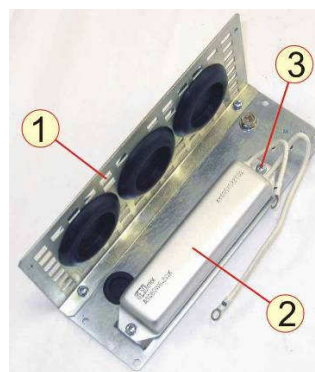

Рис.7.18
7.11.1 Взять панель кабельных вводов 1, установить резистор предзаряда 2, вкрутить винт 3 (рис.7.18), если резистор был снят.